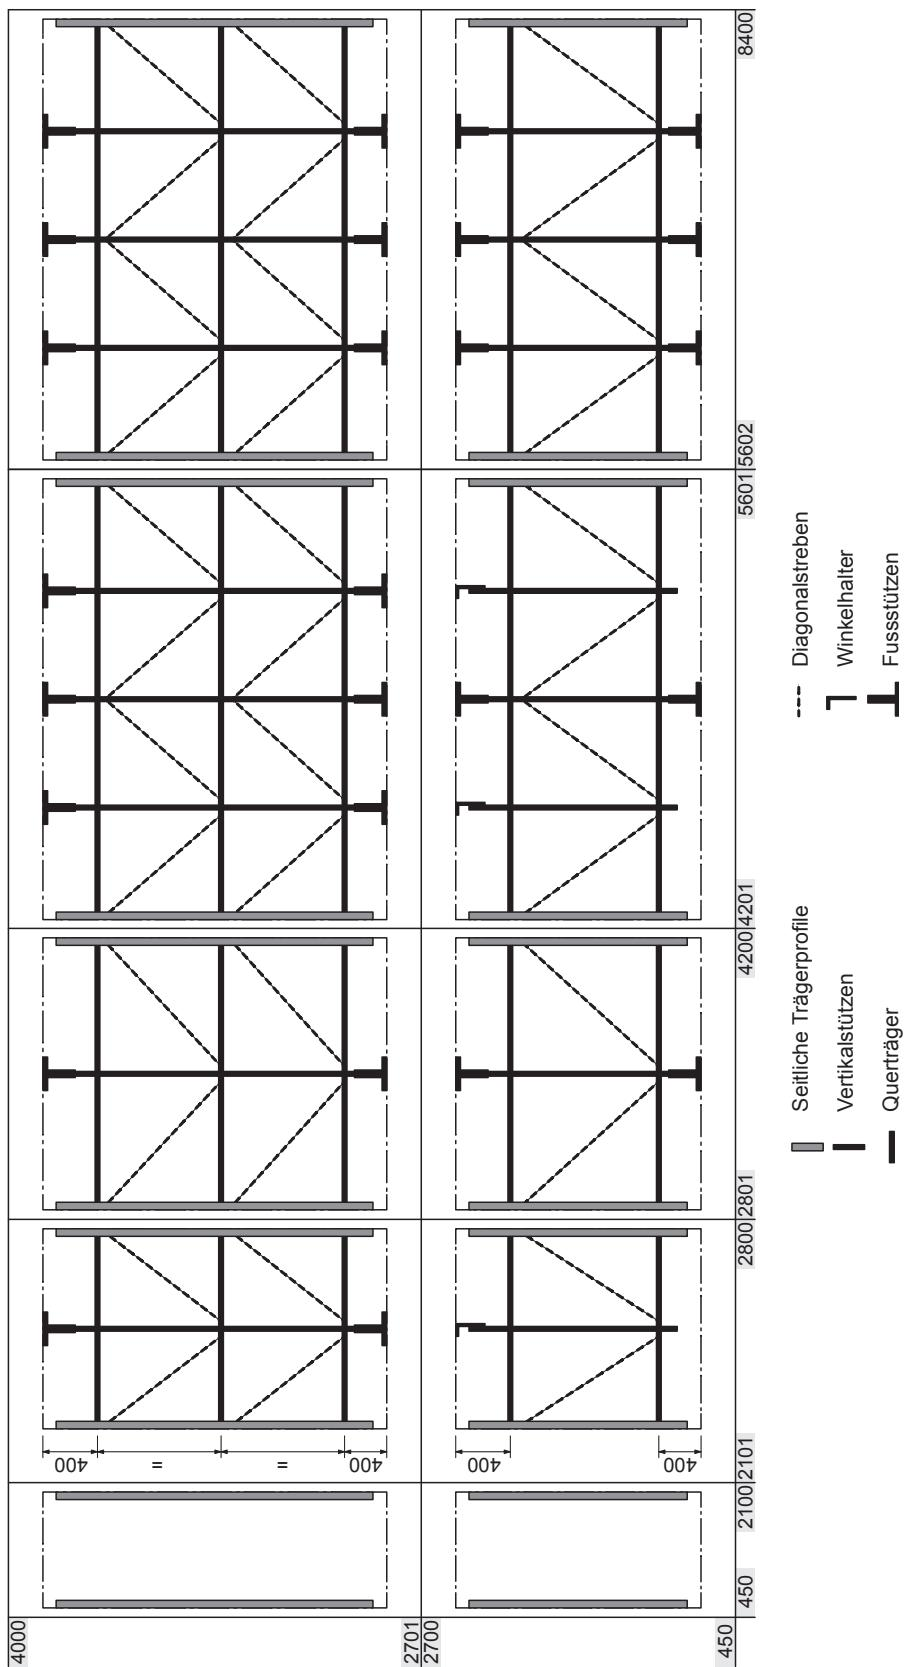

Abb. 4: Übersicht der Rahmenkonstruktionen des Nachverdunsters (Kanalinnennmasse in mm)
Wichtig: Bei Systemen mit einer Breite >2800 mm werden einzelne oder alle Vertikalstützen der Nachverdunstereinheit mit speziellen Stützfüssen an der Kanaldecke und am Kanalboden befestigt (siehe Abb. 4). Bei Systemen mit einer Breite von >4500 mm wird zusätzlich auch die Vertikalstütze der Düseneinheit mit einem Stützfuss am Kanalboden befestigt (siehe Abb. 24). Stellen Sie sicher, dass die Montagefläche auf der die Stützfüsse am Kanalboden (oder in der Wanne) und an der Kanaldecke befestigt werden, mit entsprechenden Traversen verstärkt werden.
8. Diagonalstreben montieren (siehe auch Übersicht Rahmenkonstruktionen in Abb. 4):